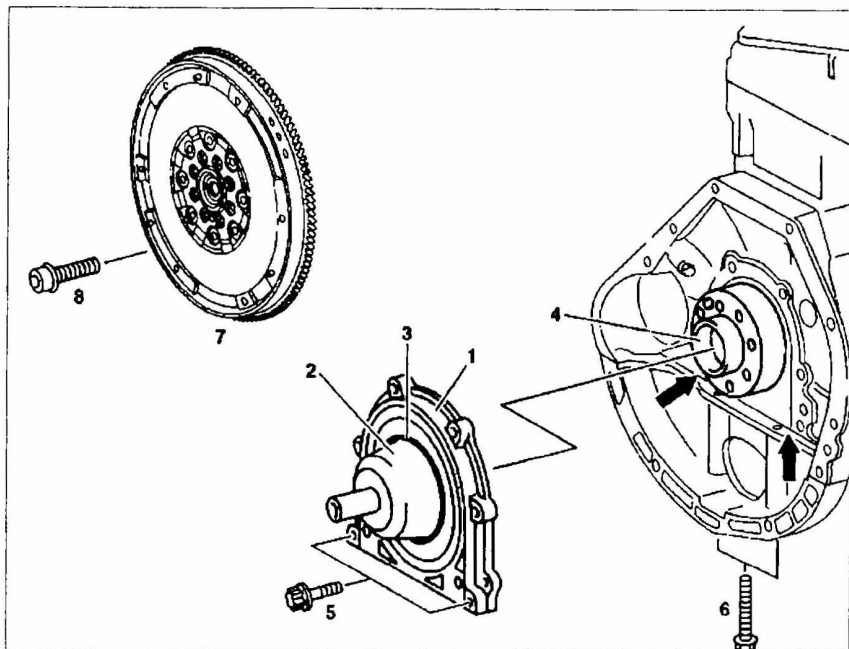

Рис. 7. Снятие и установка задней крышки вместе с сальником:
4. Снимите заднюю крышку **1** с сальником с блока цилиндров (рис. 7).